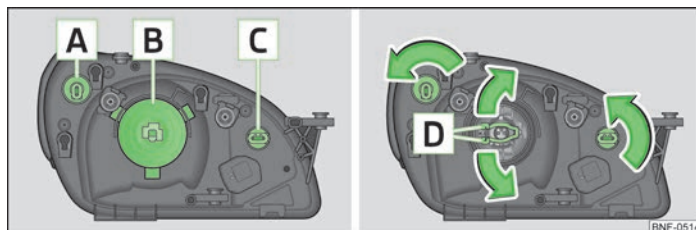

Fig. 122 Far stânga - compartimentul motor: dispunere / construcția becului
A - lumina de semnalizare față » fig. 122
- › Rotiți soclul becului **A** » fig. 122, până la limită, **împotriva** sensului acelor de ceasornic, și extrageți-l.
- › Scoateți conectorul de pe becul incandescent **B** » fig. 122.
- › Rotiți soclul becului **C** » fig. 122, până la limită, **împotriva** sensului acelor de ceasornic, și extrageți-l.